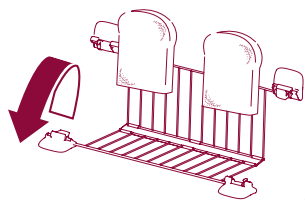

Fig. 13
- 1 Aprite la pinza premendo sulle due manopole. Inserite una o due fette di pane (fig. 13).